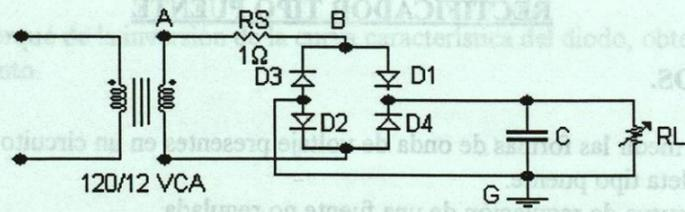

Figura 1. Circuito rectificador tipo puente
1.- Implementar el circuito de la figura 1. La resistencia RL es un arreglo de resistencias de 100Ω y el capacitor C puede tener un valor de 330μf o 660μf al conectar dos en paralelo.